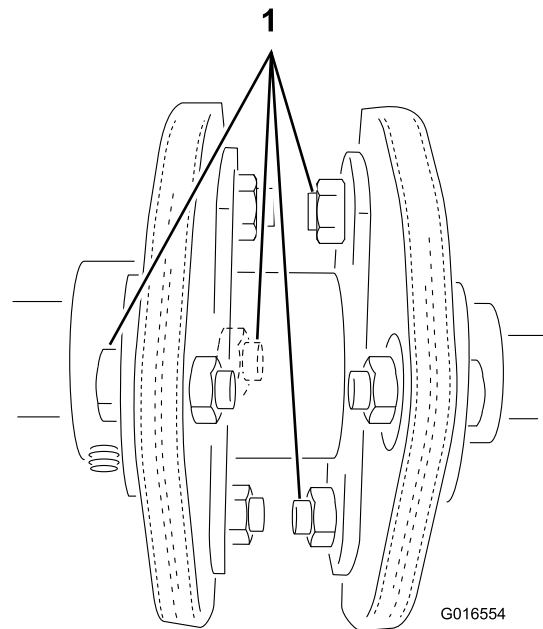

Figura 1
2. Retire los 4 pernos, 4 espaciadores y 4 tuercas indicados en Figura 1 de manera que permanezcan ensamblados un disco de goma y el acoplador central.